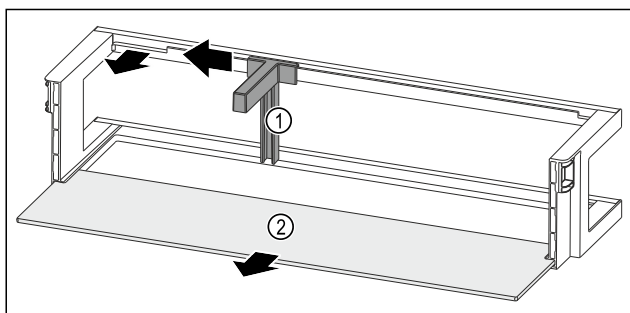

Fig. 163 Ajtópolc palacktartóval és tárolólappal
- A mélyedésig tolja oldalra a palacktartót Fig. 163 (1).
- Vegye ki a palacktartót Fig. 163 (1).
- Vegye ki a tárolólapot Fig. 163 (2).